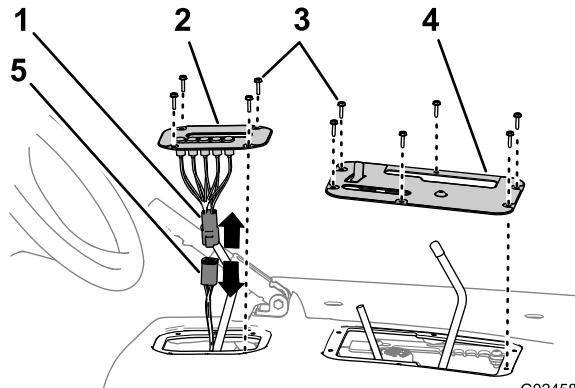

Bild 5
2. Nehmen Sie die vier Sechskantschrauben ab, mit denen die Abdeckung der Ganganzeige an der Sitzhaube befestigt ist (Bild 5).
3. Heben Sie die Ganganzeige an, schließen Sie den Anzeigenanschluss vom Anschluss des Maschinenkabelbaums ab und nehmen Sie die Abdeckung der Anzeige von der Maschine ab (Bild 5).
4. Nehmen Sie die sechs Sechskantschrauben ab, mit denen die Abdeckung des Bedienelements an der Sitzabdeckung befestigt ist, und entfernen Sie die Abdeckung des Bedienelements (Bild 5).